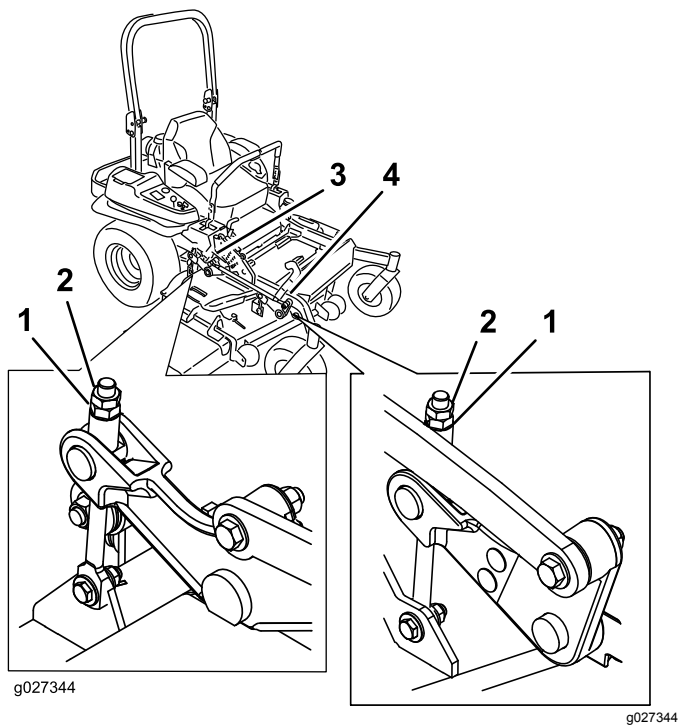

Figura 100
- Gire la tuerca de ajuste del conjunto de elevación de la carcasa delantera para modificar la altura (Figura 100).
16. Gire el tornillo de ajuste hasta obtener una altura de 8.3 cm ($3\frac{1}{4}$ ") (Figura 100).